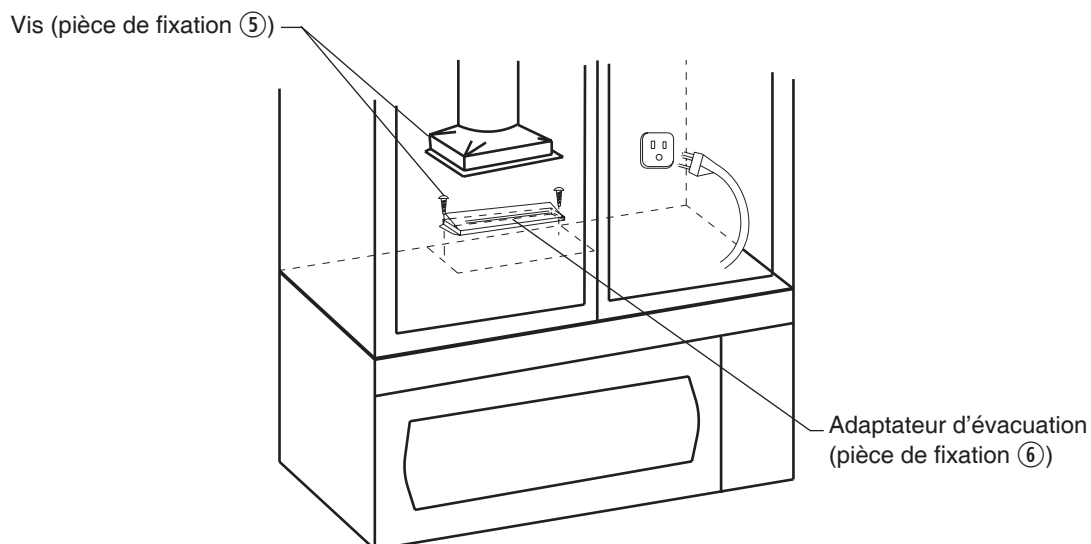

Fig. 5-1
1. Installer l'adaptateur d'évacuation (pièce de fixation ⑥) sur le dessus du four à l'aide de deux vis de $\frac{3}{8}$ po. (pièce de fixation ⑤) (Fig. 5-1)